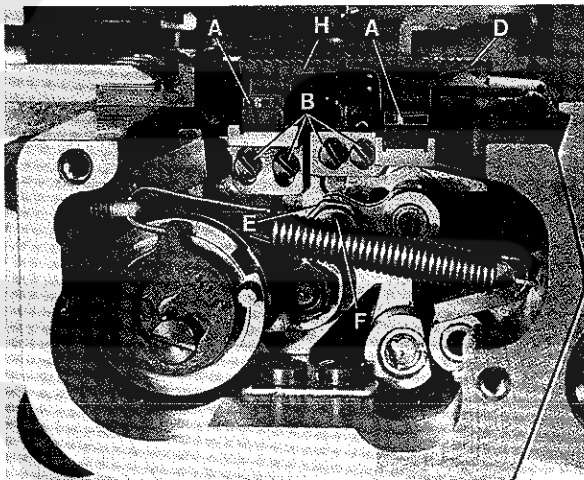

Fig.29
Assemble the two-piece main feed dog (H, Fig. 29) and the differential feed dog (D, Fig. 29), tighten fastening screws (A, Fig. 29) slightly. Insert the throat plate support with throat plate on the cylinder arm and center the feed dogs across-the-line-of-feed in the throat plate slots to have equal clearance on all sides. Now tighten screws (A) firmly.
For setting loosen screws (B, Fig. 29) and position the feed dog holders with the feed dogs to the correct height. Tighten screws (B).
In-line-of-feed the differential feed dog can be set to the front or to the rear to clear equally between the main feed dog and the front end of throat plate slot. For adjustment loosen screw (F, Fig. 29) and rotate eccentric (E) in operating direction until the correct setting is obtained. Retighten screw (F).
Montieren Sie den zweiteiligen Haupttransporteur (H, Fig. 29) und den Differentialtransporteur (D, Fig. 29), ziehen Sie die Befestigungsschrauben (A, Fig. 29) nur leicht an. Stecken Sie den Stichplattenträger mit Stichplatte auf den Zylinderarm und vermitteln Sie die Transporteure seitlich in den Stichplattenschlitzen so, daß sie an allen Stellen freigehen. Ziehen Sie die Schrauben (A) danach gut an.
Zur Einstellung lösen Sie die Schrauben (B, Fig. 29) und schieben die Transporteurhalter mit den Transporteuren auf die gewünschte Höhe. Ziehen Sie die Schrauben (B) an.
In Nährichtung kann der Differentialtransporteur entsprechend vor- oder zurückgestellt werden, damit er zwischen dem Haupttransporteur und dem vorderen Schlitzende der Stichplatte gleichmäßig freigeht. Zur Einstellung lösen Sie die Schraube (F, Fig. 29) und drehen den Exzenter (E) in Nährichtung, bis die richtige Einstellung erreicht ist. Ziehen Sie die Schraube (F) wieder an.